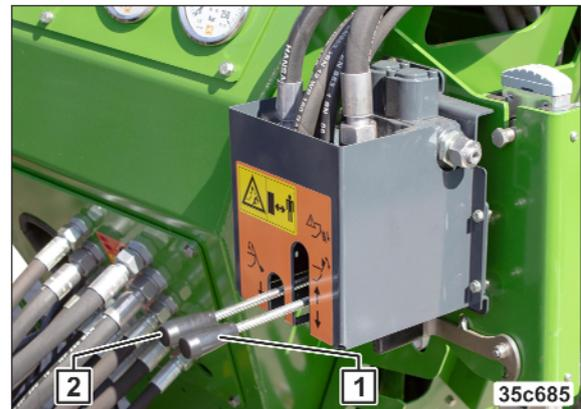

Fig. 218
9. Steuergerät (Fig. 218/2) betätigen.